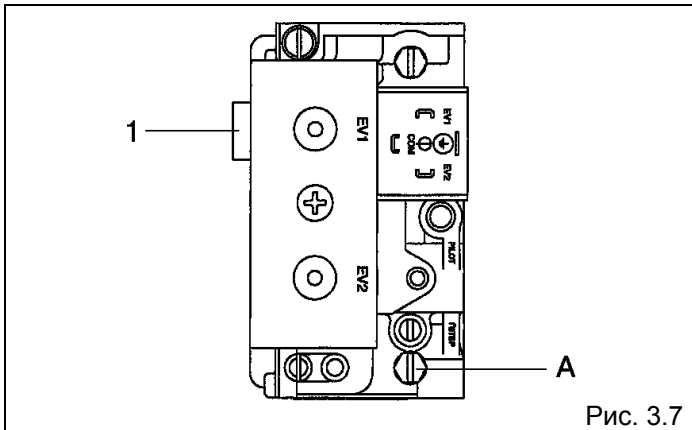

Рис. 3.7
- Закрутить до упора винт (1) регулятора давления (рис. 3.7)
- Открутить примерно на 3 оборота винт на штуцере замера давления (A) и подсоединить манометр (рис. 3.7)